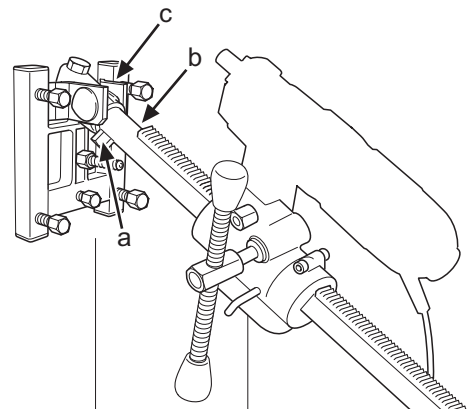

Fig. 12
2. Fissare la colonna di foratura all'attacco angolare della piattaforma. Avvitare le due viti di bloccaggio (a e b) con la chiave da 24 mm (fig. 12). Girare l'alloggiamento alimentatore di 180° e reinstallarlo sulla colonna di foratura. Reinstallare la foratrice nell'attacco rapido.
3. Regolare l'angolo di foratura desiderato agendo sul dado (c) (fig. 12) con la chiave da 30 mm.
2. Die Bohrsäule wird auf die Winkelbefestigung der Sohlenplatte montiert. Die beiden Sicherungsschrauben (a und b) mit einem 24-mm-Schraubenschlüssel festziehen. (Abb. 12). Der Bohrwagen wird um 180° gedreht und wieder auf die Bohrsäule gesetzt. Die Bohrmaschine wird wieder in die Schnellkupplung montiert.
3. Den gewünschten Bohrwinkel mit der Mutter (c) mit einem 30-mm-Schraubenschlüssel einstellen (Abb. 12).
2. Le pilier de forage se monte sur la fixation angulaire du piétement. Visser les deux vis de blocage (a et b) à l'aide d'une clé de 24 mm. (Fig. 12). Le carter d'alimentation est pivoté de 180° et remonté sur le pilier de forage. La foreuse peut être remontée dans la fixation rapide.
3. Régler l'angle de forage souhaité à l'aide de l'écrou (c) (Fig. 12) à l'aide d'une clé de 30 mm.
2. De boorkolom wordt op de hoeksteun van de bodemplaat gemonteerd. Zet de twee borgschroeven (a en b) met een 24 mm sleutel vast. (Fig. 12). Het toevoerhuis wordt 180° gedraaid en weer op de boorkolom vastgezet. De boormachine wordt weer in de snelbevestiging gezet.
3. Stel de gewenste boorhoek in met moer (c) (Fig. 12) met een 30 mm sleutel.